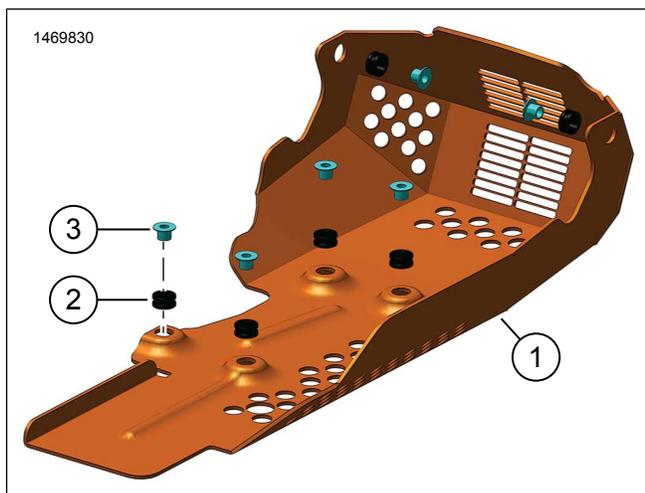

Figure 2. Assembler la plaque de protection
1. Voir la Figure 2. Vérifier l'assemblage de la plaque de protection (1).